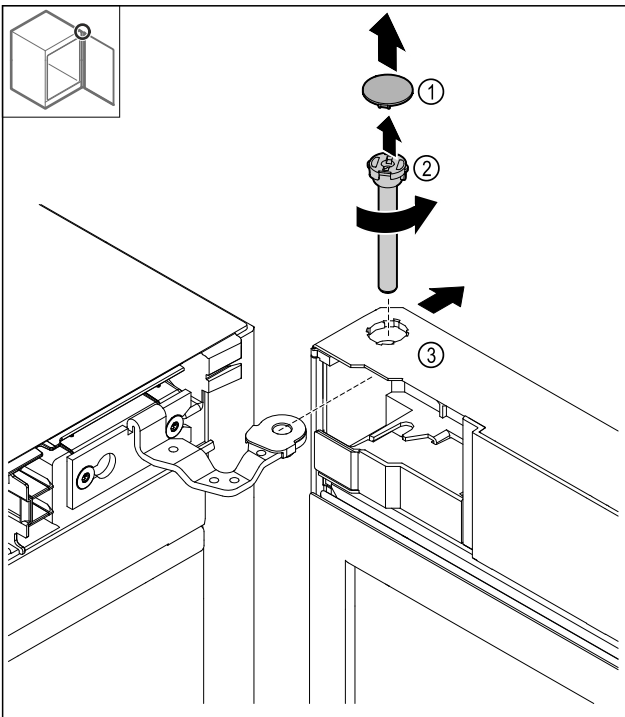

Fig. 18
- ▶ Sejměte kryt Fig. 18 (1).
- ▶ Uvolněte a vytáhněte čep Fig. 18 (2) proti směru hodinových ručiček.
- ▶ Dveře Fig. 18 (3) mírně naklopte.